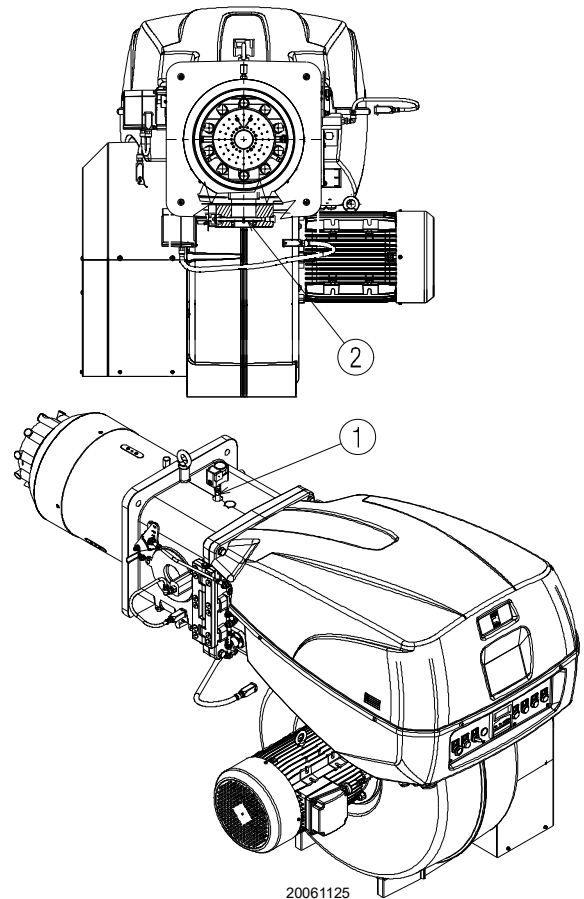

Abb. 19
Gasdruck, an der Entnahmestelle 1)(Abb. 19) gemessen mit:
Strömungsverlust Gasdrossel 2)(Abb. 19) bei maximaler Öffnung: 90°.
- Ziehen Sie vom Gasdruck am Anschluss 1)(Abb. 19) den Druck in der Brennkammer ab.
Gasdruck an der Entnahmestelle 1)(Abb. 19) = 56,4 mbar
Um stattdessen den an der Entnahmestelle 1) notwendigen Gasdruck zu ermitteln (Abb. 19), nachdem die höchste Modulationsleistung festgelegt wurde, bei der der Brenner arbeiten soll:
- Lesen Sie rechts, in Spalte 1, den Druck an der Entnahmestelle 1)(Abb. 19) ab.
An der Entnahmestelle 1)(Abb. 19) erforderlicher Druck.